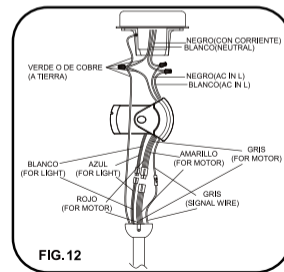

FIG. 12
Paso 2. Conexiones eléctricas de los cables de suministro del receptor a la casa: conecte el cable BLANCO (neutro) de la caja de distribución al cable BLANCO marcado 'AC in N' del receptor. Conecte el cable NEGRO (corriente) de la caja de distribución al cable NEGRO marcado 'AC in L' del receptor. Fije todas las conexiones con las tuercas de plástico incluidas. (Fig.12)
Paso 3. Si su caja de distribución tiene un cable a TIERRA (verde o cobre pelado) conecte este cable a los cables de Tierra de la esfera de suspensión y el soporte de suspensión. Si su caja de distribución no tiene un cable a tierra, una los cables de la esfera de suspensión y del soporte de suspensión de tierra. Alambre de conexión segura con el conector de cable de plástico suministrada. (Fig. 12)